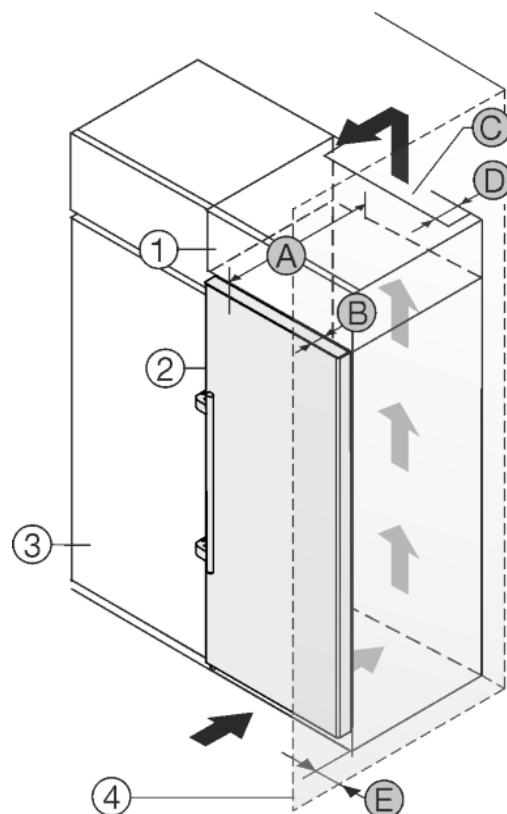

Fig. 21
Устройство может быть окружено кухонными шкафами. Чтобы уравнять устройство Fig. 21 (2) по высоте с кухонной стенкой, можно установить над устройством дополнительный шкафчик Fig. 21 (1).
Установить устройство можно непосредственно рядом с кухонным шкафом Fig. 21 (3). Чтобы можно было полностью открыть двери, устройство должно выступать на глубину Fig. 21 (B) относительно передней стенки кухонного шкафа. В зависимости от глубины кухонных шкафов и использования пристенных распорок устройство может выступать и больше.
- На задней стенке дополнительного шкафчика должен быть вентиляционный канал с глубиной Fig. 21 (D) по всей ширине этого шкафа.
- Нужно соблюдать вентиляционное отверстие Fig. 21 (C) под нижней панелью.
Если устройство установлено на шарнирах у стены *Fig. 21 (4)*, то нужно соблюдать расстояние *Fig. 21 (E)* между устройством и стеной. Настолько выступает ручка при открытой дверце.